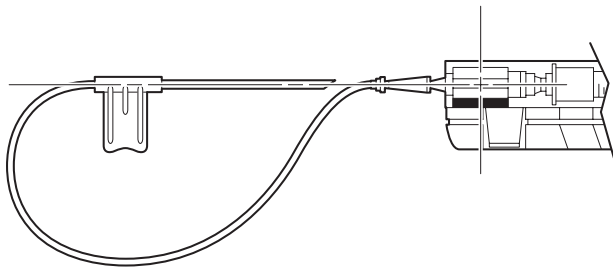

図5
6. カテーテルの先端（スリットの端）を使い捨てのダイアフラムと同じ高さまで挿入します。図5を参照してください。ディスプレイの読み取り値は、-8から+9 mmHgの範囲にあるはずです。